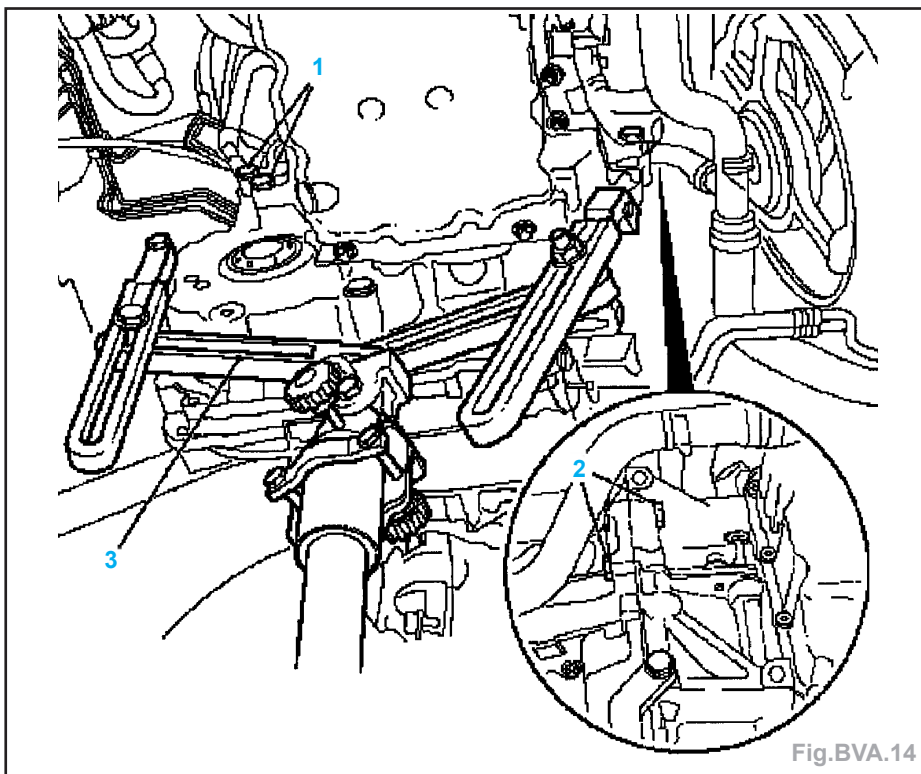

Fig.BVA.14
- Fixer le cric hydraulique à la boîte de vitesses par l'intermédiaire du support de boîte de vitesses **MKM-886-A** (3) (Fig.BVA.14).